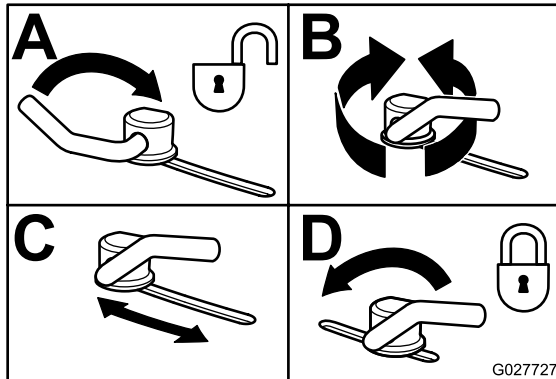

Figura 36
3. Para ajustar os bloqueios do excêntrico, rode a alavanca para cima para libertar o bloqueio do excêntrico (Figura 36).
5. Rode novamente a alavanca para apertar o abafador e os bloqueios do excêntrico (Figura 36).